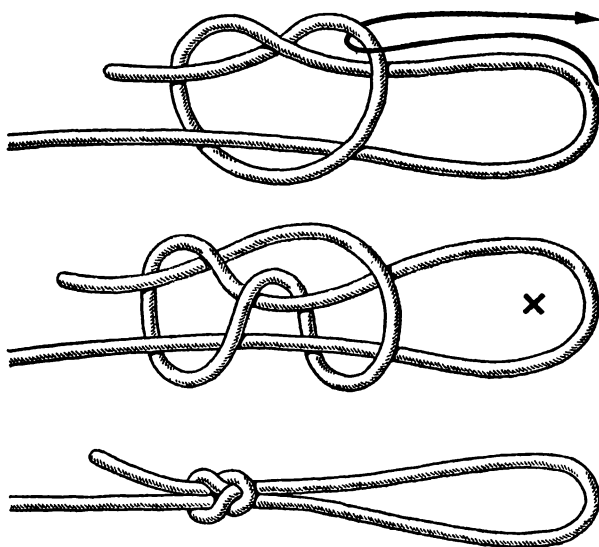

Рис. 86. Силковый узел
**Силковый узел** (рис. 86). Этот узел позаимствован из незамысловатой техники птицеловов. Силки, сделанные из конского волоса или самой тонкой нейлоновой лески, с помощью такого узла действуют безотказно. Силковый узел считается одним из наиболее плавно и легко затягивающихся узлов.